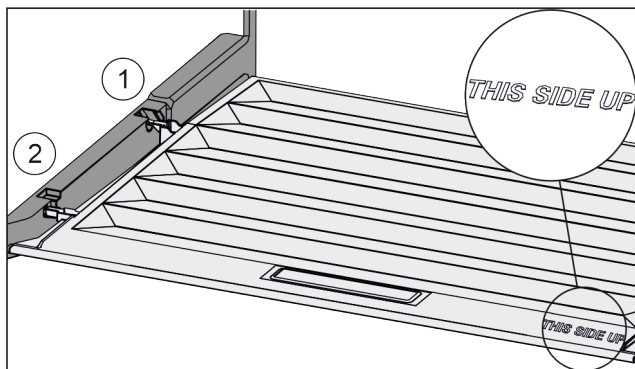

Fig. 36
- ▶ 从后部固定支架 Fig. 36 (1)开口导入桥形接片并卡入固定支架 Fig. 36 (2)的前端。